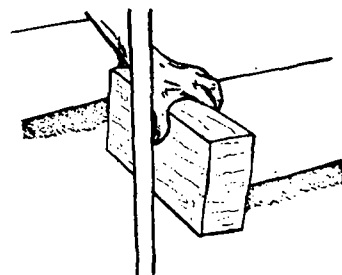

FIG. 2
- 2 – Deslocar o tubo para um dos lados (fig. 2).
5.º Passo – Acople o outro tubo (fig. 2).